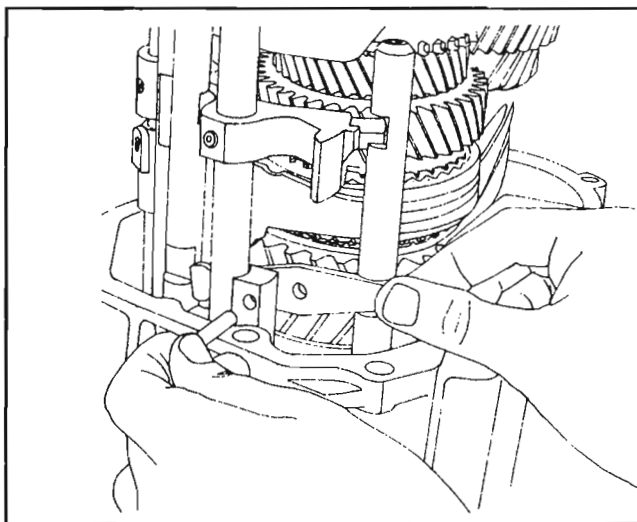

Fig. 101
Coloque la palanca giratoria (95) entre el corte de la varilla de la marcha atrás y la varilla de cambio de marcha atrás/5ª. **Asegúrese de que la muesca en la palanca se encuentra encima y hacia la varilla de cambio de la marcha atrás.** *Fig. 101*